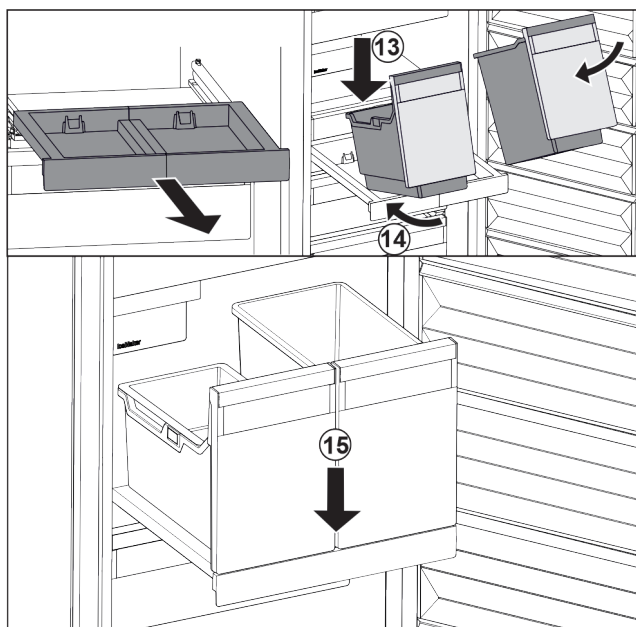

Fig. 175
- Applicare i contenitori in modo inclinato sul ripiano estraibile. Fig. 175 (13)
- Inserire il contenitore in modo inclinato verso la parte posteriore. Fig. 175 (14)
- Abbassare il contenitore nella parte anteriore. Fig. 175 (15)